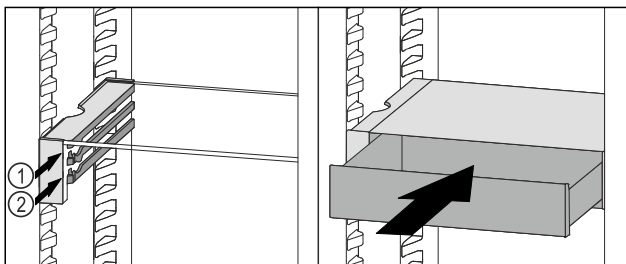

Fig. 235
- VarioSafe-Schubfach hinter den Stoppn auf gewünschter Rippe Fig. 235 (1) oder Fig. 235 (2) aufsetzen.